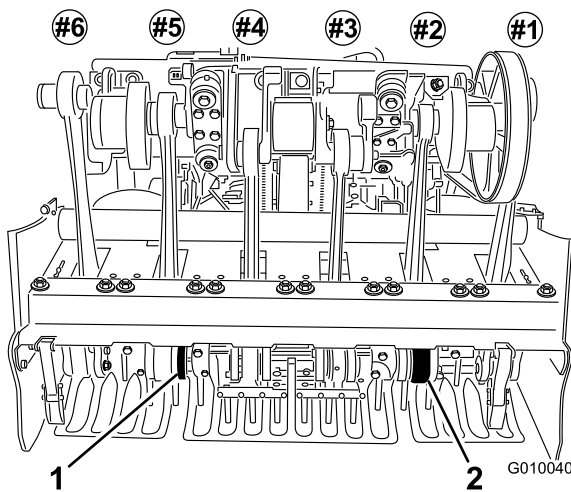

Bild 26
5. Setzen Sie Stacheln in den zweiten und fünften Stachelhalter ein (Bild 26). Ziehen Sie die Schrauben fest.